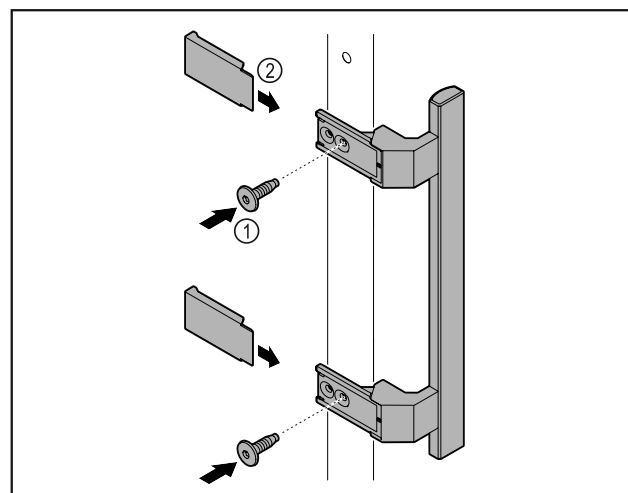

Fig. 5
- ▶ Zamontować uchwyt z dodatkowego opakowania na drzwiach przy użyciu dołączonych śrub Fig. 5 (1).
- ▶ Założyć osłonę Fig. 5 (2).